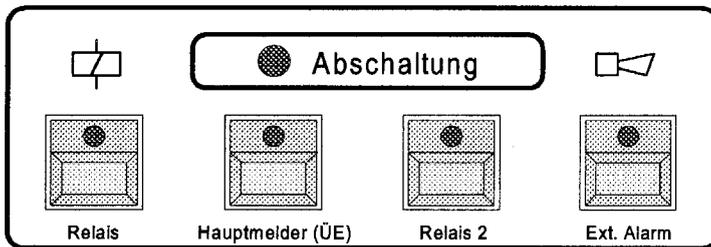

Abb. 13: Anzeigefeld bei Abschaltung
① Relais im Feld "Abschaltungen" (Abb. 13)
① Relais im Feld "Abschaltung" (Abb. 13)